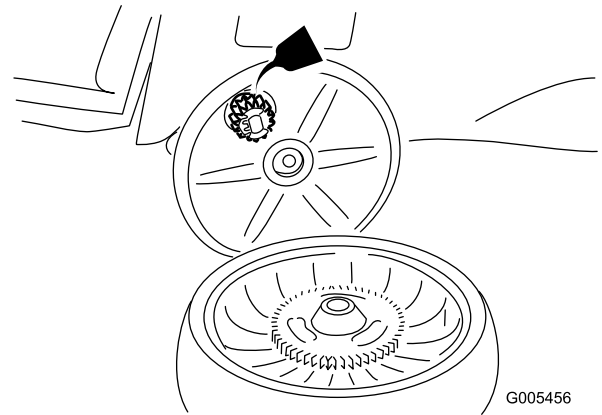

Figura 25
2. Applicate dell'olio lubrificante sulle corone dentate, come illustrato nella Figura 25.